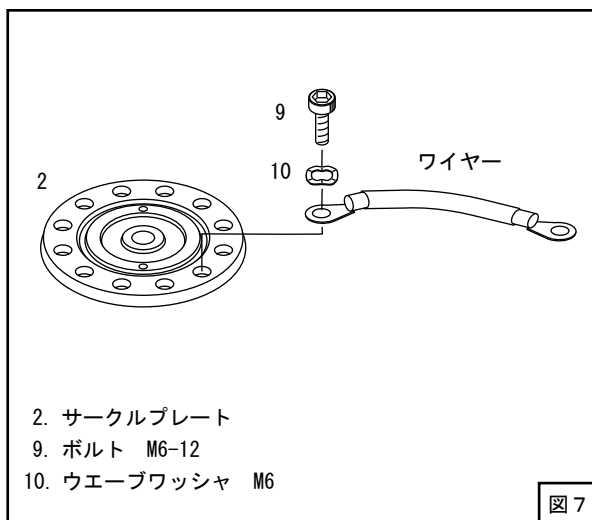

図 7
(7) サークルプレートにキットパーツのボルト M6-12、ウェーブワッシャ、ナットを用いて各ワイヤーを接続してください。(図7)